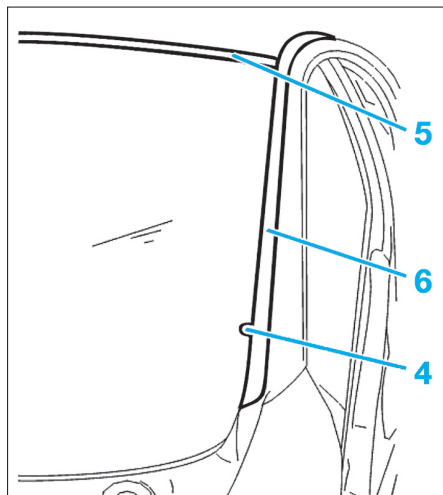

FIG. 2
- l'agrafe (4) (Fig.2),
- l'enjoliveur (5) de pavillon,
- le profilé (6).